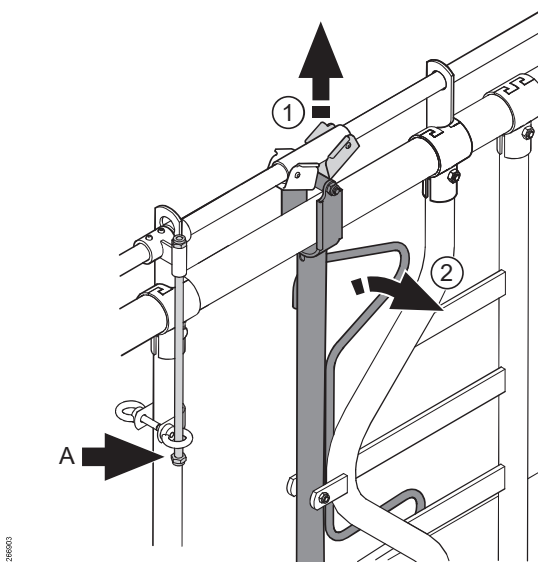

Fig. 35: Kontroller kontrollenheten og løft sperren.
3. For å slippe ut kua, må sperren på låseenheten (1) løftes opp på den siden som det dreibare røret skal svinges til (se Fig. 35).